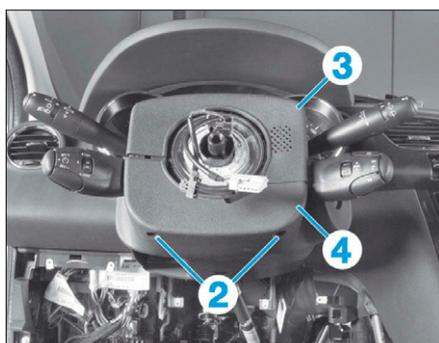
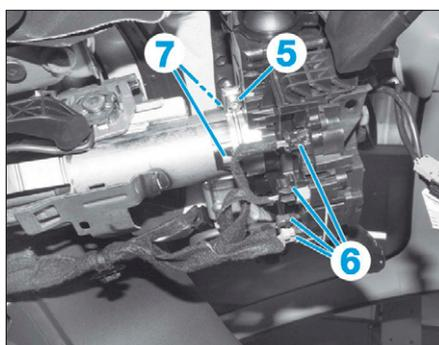

FIG. 2
FIG. 3
- les vis de fixations des coquilles de colonne (2) (Fig.2),
- la coquille supérieure (3),
- la coquille inférieure (4).
- Dévisser de quelque tours la vis de fixation de l'ensemble comodo (5) (Fig.3).
- Débrancher les connecteurs (6).
- Ecarter les pattes de maintien (7) et déposer l'ensemble comodo contacteur tournant.